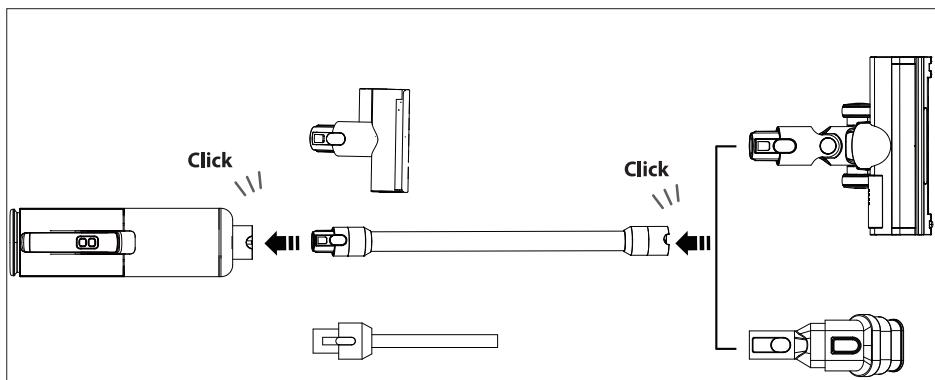

Afb. 21 – Motorenheid verwijderen
- ▶ Houd de motorenheid stevig vast en druk op de ontgrendelingsknop voor de motorenheid (4) om de motorenheid los te maken.
- ▶ Kantel de motorenheid naar voren uit het apparaat (**zie Afb. 21**).